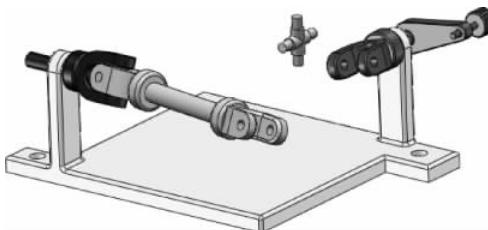

图 3-66 插入十字轴
(1) 单击【装配体】工具栏中的【插入零部件】按钮 ，弹出【插入零部件】的属性设置。单击【浏览】按钮，在弹出的【打开】对话框中选择零件【十字轴】，单击【打开】按钮，在图形区域的合适位置单击插入，如图 3-66 所示。